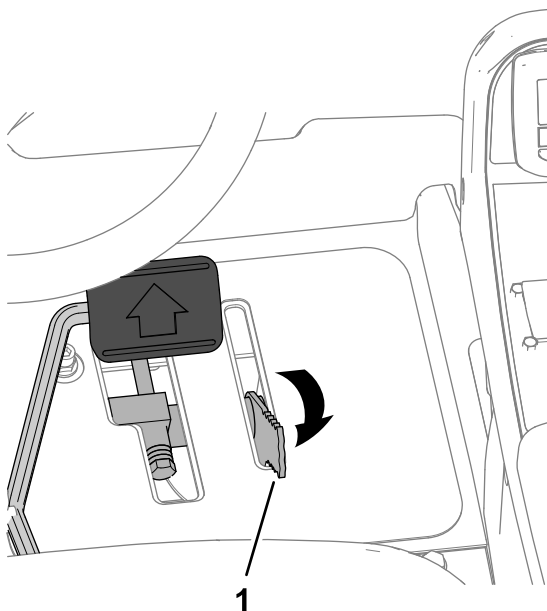

Figura 58
3. Deplasezi maneta limitatorului vitezei de cosit spre spate, în poziția COSIT (Figura 58).